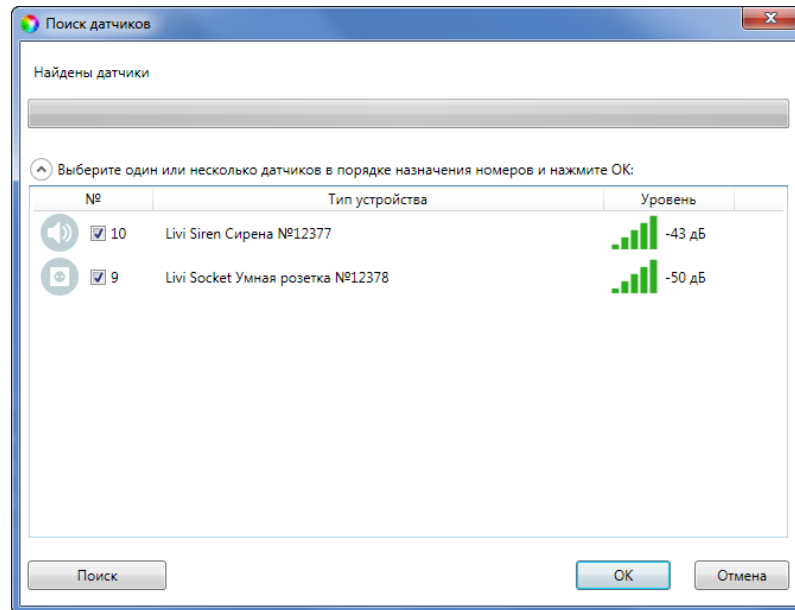

Рис. 5.28. Поиск радиоустройства
4. В следующем окне (Рис. 5.28) будет отображен список устройств, доступных для связывания в радиусе действия радиоканала. Если подключаемого устройства нет в списке, то его следует повторно перевести в режим связывания (любое устройство серии Livi находится в режиме связывания ровно 60 секунд).